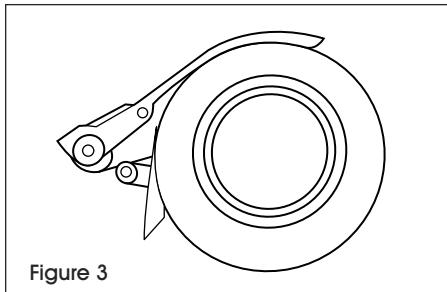

Figure 3
3. Placez un rouleau de ruban adhésif dans le dévidoir. (Voir Figure 3)